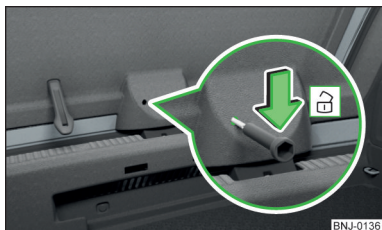

Рис. 195
- Вставте до упору в отвір в обшивці кришки » Рис. 195 викрутку або інший аналогічний інструмент.